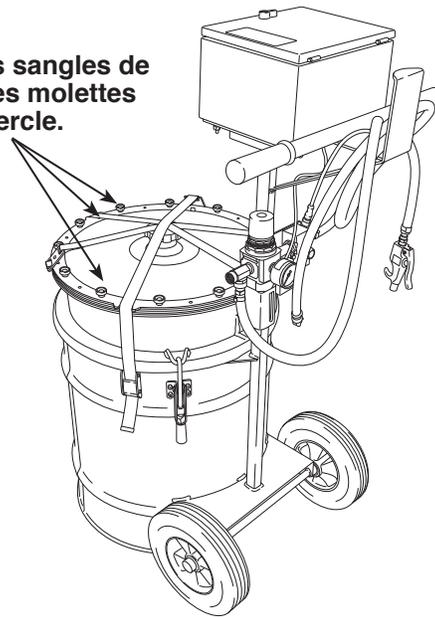

Figure 1
3. Desserrez les sangles de serrage et les molettes et retirez le couvercle de la boîte filtrante. Voir Figure 1.